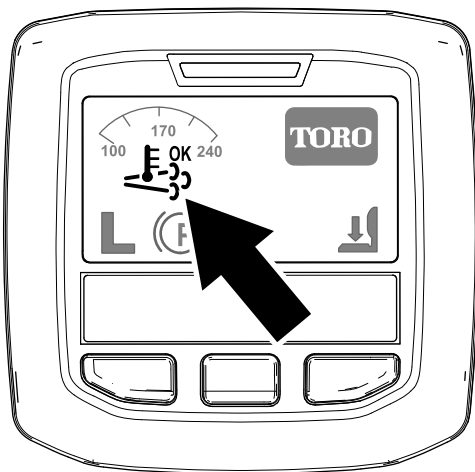

Figure 32
- L'icône de régénération assistée/réinitialisée s'affiche dans l'InfoCenter (Figure 32).